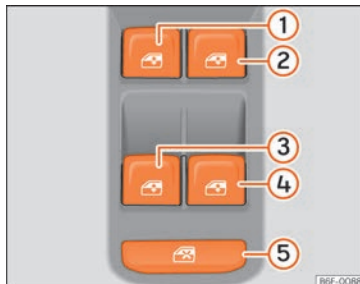

Fig. 141 Detalle de la puerta del conductor: mandos para las ventanillas delanteras y traseras.
Mediante el mando de seguridad » » » **fig. 141** de la puerta del conductor puede desactivar las teclas de los elevalunas de las puertas traseras.
Las teclas **»»** **fig. 141** **①**, **②**, **③** y **④** tienen dos posiciones para la apertura de las ventanillas y otras dos para el cierre. De este modo es más fácil controlar las operaciones de apertura y cierre.